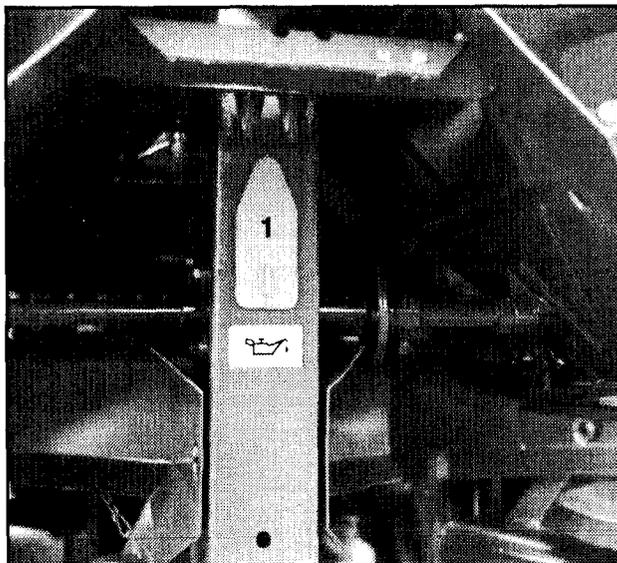

Рис. 9.1
2. Очистите и смажьте приводную цепь вала мешалки (рисунок 9.1/1).